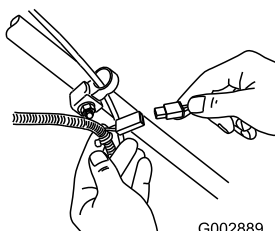

Figura 23
1. Collegate il caricabatterie al cablaggio preassemblato del tosaerba, sotto la chiave di accensione (Figura 23).